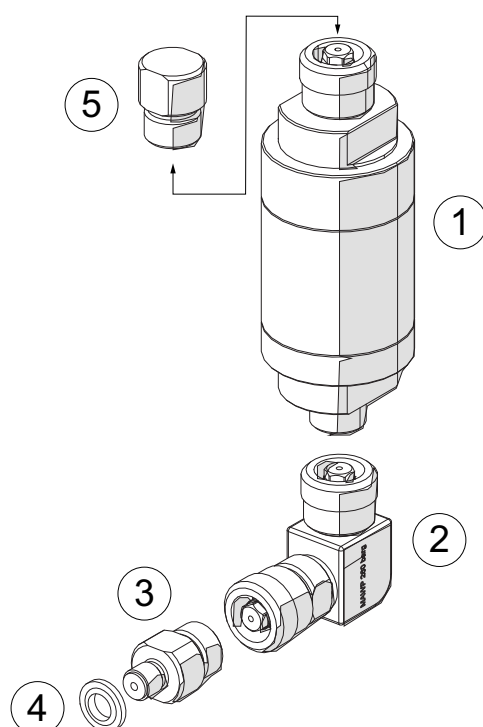

图 D-4: IOPACE-IDT 和 IOPACE-IDT-HP 部件
1. 将部分拼合，如图所示图 D-4。用手拧紧快速接头，用扳手用粘合垫圈拧紧 G1/8 公头转 AMC 适配器。